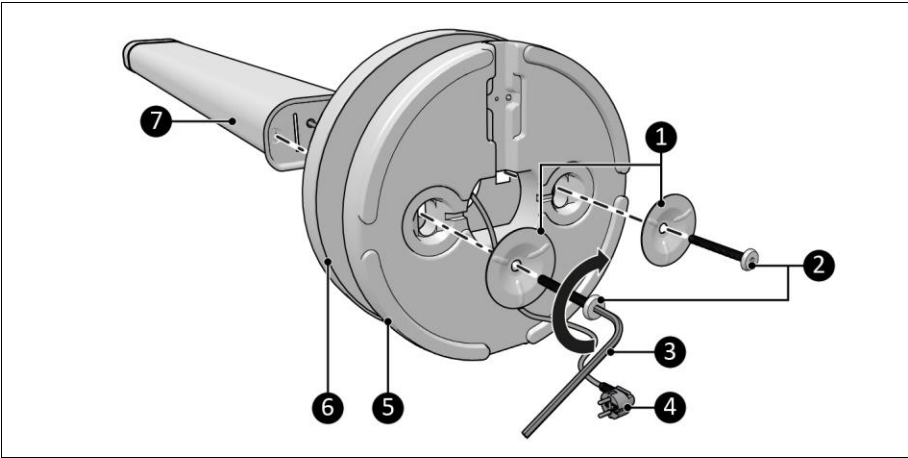

Abbildung 6
1. Legen Sie den Hauptkörper auf eine ebene Fläche (Abbildung 6, Pos. 7).
2. Ziehen Sie den Netzstecker (Abbildung 6, Pos. 4) durch die mittlere Öffnung der Fußabdeckung (Abbildung 6, Pos. 6) und des Fußes (Abbildung 6, Pos. 5).
4. Setzen Sie die Unterlegscheiben (Abbildung 6, Pos. 1) ein und befestigen Sie die Inbusschrauben (Abbildung 6, Pos. 2) mit dem mitgelieferten Inbusschlüssel.